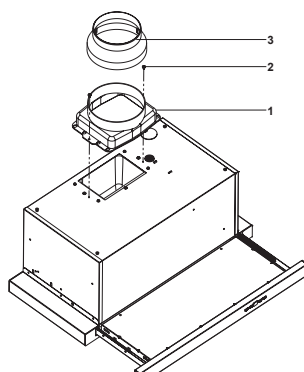

Fig. 11
Montați tubul de evacuare de plastic (1) pe produs folosind 2 șuruburi de 3,5x9,5 (2) (Fig. 11).
Dacă este nevoie, introduceți adaptorul tubului de $\varnothing 150/120$ mm la ieșirea tubului (Fig. 11).